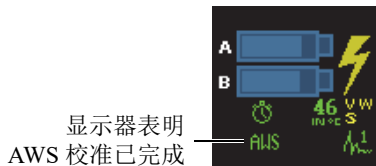

图 5-25 完成 AWS 校准后的状态指示器
**AWS** 出现在状态指示器中（参见第 149 页的图 5-25）。